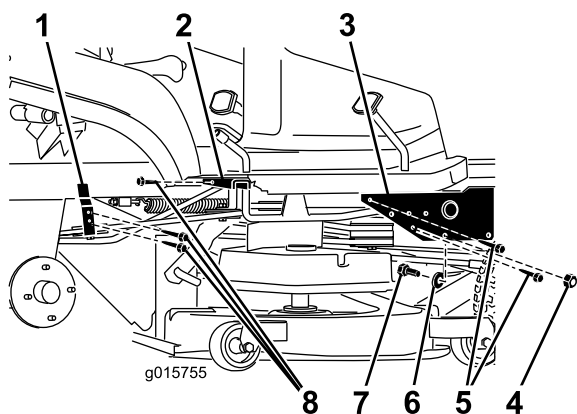

Figure 7
1. Sur le côté droit de la machine, percez des trous dans le support de poulie, le support de repose-pieds et la partie avant du cadre (Figure 7).